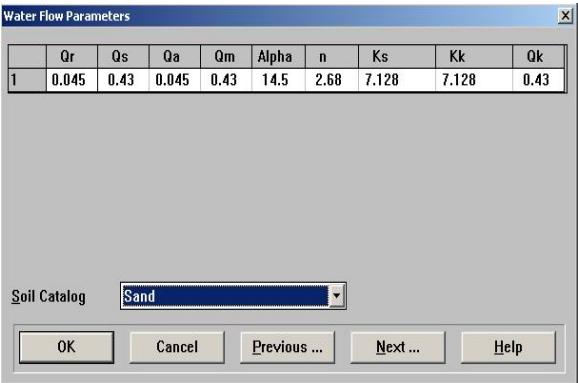

图 5-12 Iteration Criteria 对话框
1、Iteration Criteria：包括两个部分：迭代规则（Iteration Criteria）和时间步长调整（Time Step Control），如图 5-12。